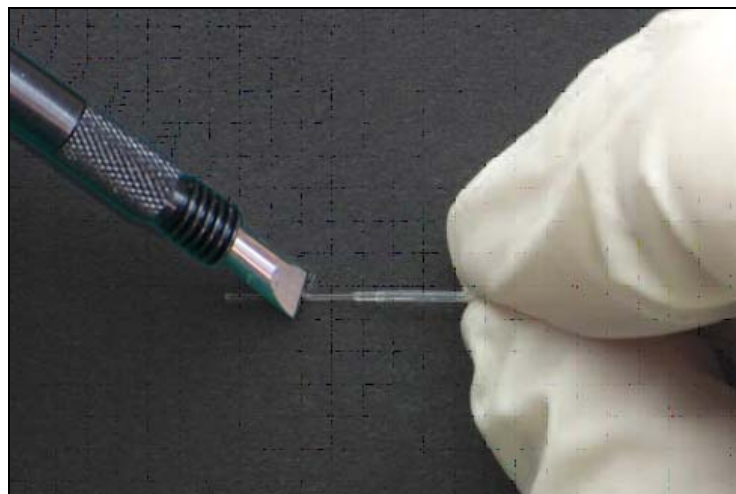

Abb.10: Abmanteln und Anritzen der Faser.
- B.** Mit dem mitgelieferten Glasfaserschneider ritzen Sie nun die Faser im rechten Winkel mit leichtem Druck an. Dabei ziehen Sie den Faserschneider lediglich einmal über die Faser. *Siehe Abb. 10.*